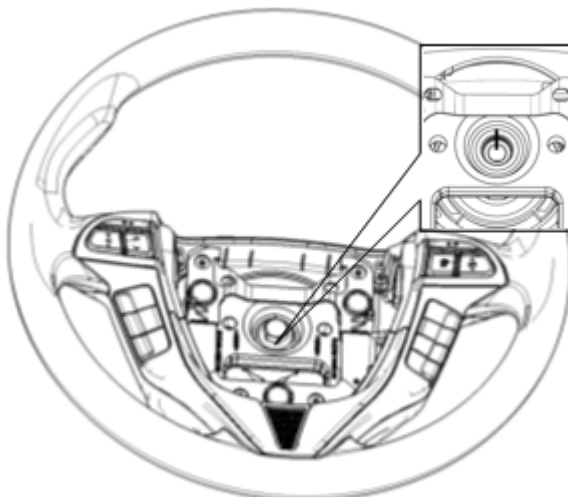

图 5.4 配合标记示意
③在转向盘总成和转向管柱及万向节总成上 做好配合标记。如图 5.4 所示。